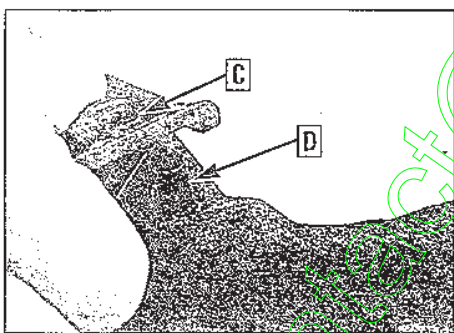

Figure 5-14: Remise en place de la porte du bac.
2. La porte est montée sur des tiges aux deux extrémités de la poignée en toile. Serrez la poignée d'une main tout en tirant sur le côté supérieur de la porte (C, Figure 5-14) pour le faire sortir de l'extrémité de la tige (D).
3. Pour remettre en place la porte, insérez une extrémité de la poignée en toile (D, Figure 5-14) dans le trou situé sur le côté supérieur de la porte (C).
4. Serrez la poignée d'une main tout en tirant l'autre côté de la porte (C, Figure 5-14) vers le haut au-dessus de l'extrémité de l'autre tige (D). Ensuite, la porte doit pivoter librement.